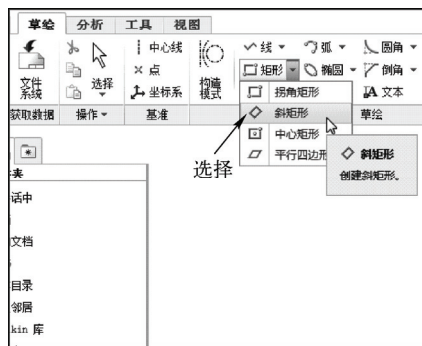

图 2-26 选择“斜矩形”选项
STEP 02 在功能区选项板的“草绘”选项卡中, 单击“草绘”面板中“矩形”右侧的下拉按钮, 在弹出的列表框中选择“斜矩形”选项, 如图 2-26 所示。